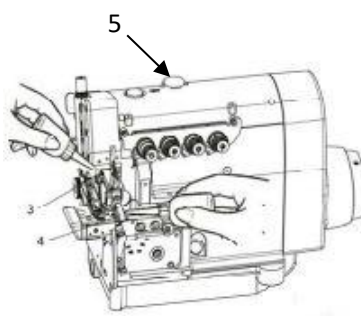
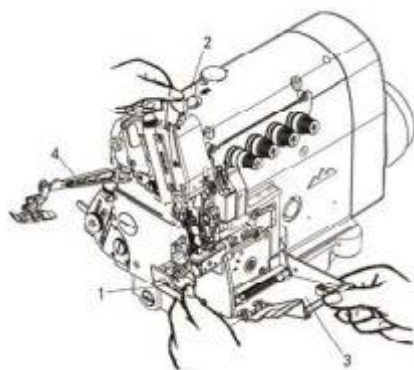

图 3
图 9
4. 用手加油（图 3）
首先把(图 3)股位检测抬起然后把(图 3)分层拉开后对第一次使用缝纫机时，以及使用已有一段时间没有使用的缝纫机时，请用给油瓶在针杆 3 和上弯针台 4 处分别 给油 2~3 滴。
5. 检查机油的循环状况（图 3）
1. 请打开分层和放下股位检测 (图 3), 打开翻盖 1、护眼罩 2、前罩 3、抬压脚臂 4。穿过线以后, 请恢复到原来的位置。(图 9)